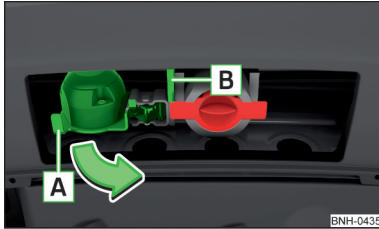

Abb. 122
- › Die 13-polige Steckdose am Griff **[A]** fassen und in Pfeilrichtung ausschwenken » Abb. 122.
- › Das Abreißseil des Anhängers aus der Sicherungsöse **[B]** » Abb. 122 aushängen.
- › Die 13-polige Steckdose am Griff **[A]** fassen und entgegen der Pfeilrichtung einschwenken » Abb. 122.